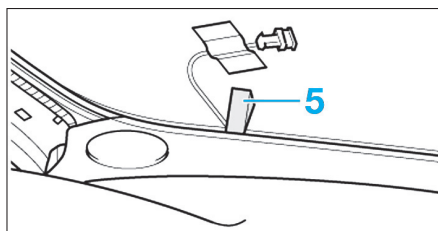

FIG. 5
- Pour les véhicules équipés du dégivrage électrique, écarter les connecteurs gauche et droit puis apposer une cale (5) (Fig.5).